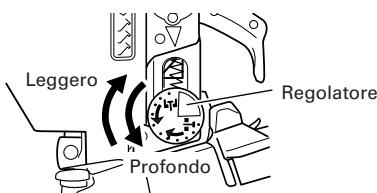

Fig. 11
- Regolazione del regolatore (Fig. 11)
Se la profondità dei chiodi è insufficiente, girare il regolatore verso il lato profondo (segno) (vedere Fig. 11, 12).